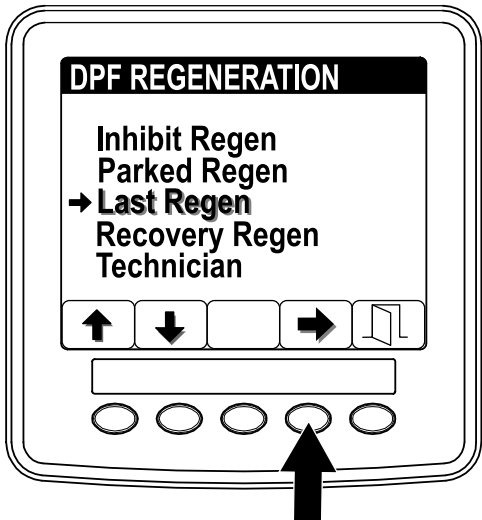

Figure 36
jusqu'à l'option LAST REGEN (dernière régénération) (Figure 36).
2. Appuyez sur le bouton 4 pour sélectionner l'option Last Regen (dernière régén.) (Figure 36).